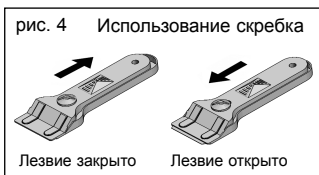

рис. 4 Использование скребка
**После окончания работы скребком, вдвиньте лезвие в корпус и заблокируйте его. (См. рис. 4)**